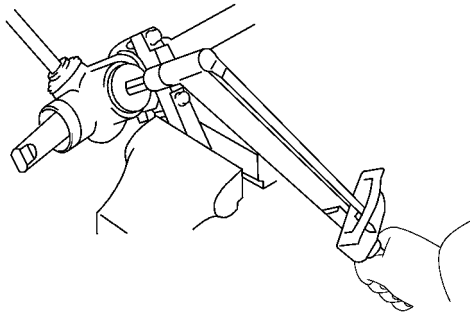

图 16-32 用六角套筒旋紧齿条导套弹簧帽
2) 使用 17mm 六角套筒旋紧齿条导套弹簧帽，如图 16-32 所示。然后再将弹簧帽倒退 25°。